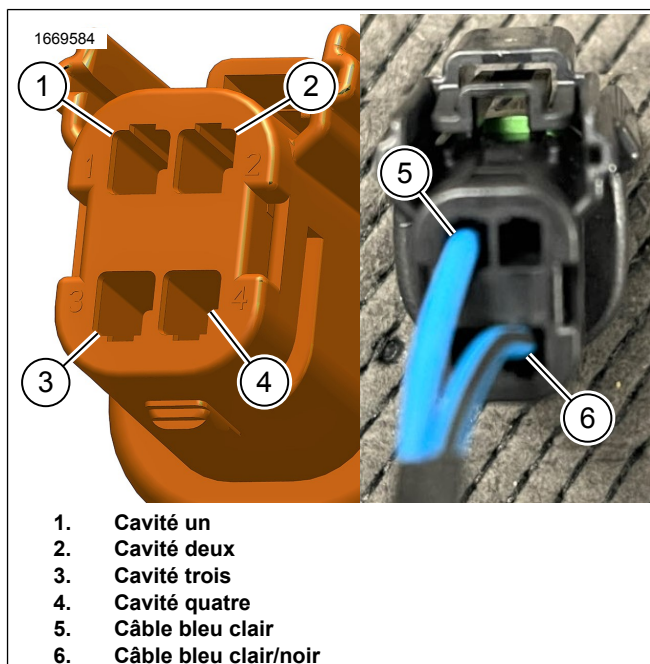

Figure 22. Recâbler le faisceau 69203031
1. Voir la Figure 22. Utilisez un outil spécial pour retirer les bornes du connecteur.